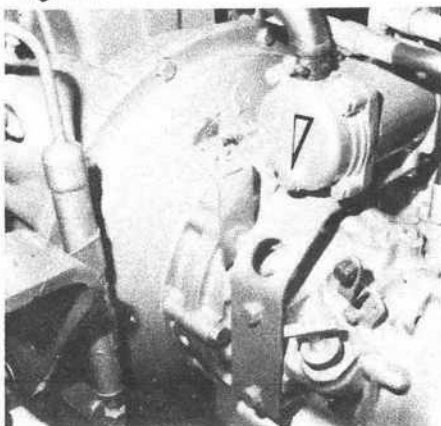

fig. 19
- Du refroidisseur d'huile inverseur [fig. 19] ;